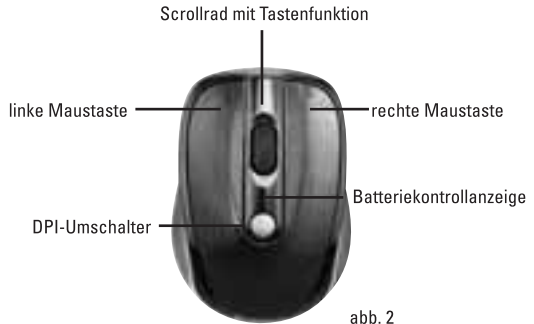

abb. 2
2. Batteriekontrollanzeige (abb. 2)
Betätigen Sie den DPI-Umschalter (abb.2) um zwischen 800 - 1600 dpi (M2050: 500 - 1000) umzuschalten.
2. Battery control indicator (fig. 2)
Press the DPI switch (fig. 2) to toggle between 800 and 1600 DPI (M2050: 500 - 1000).